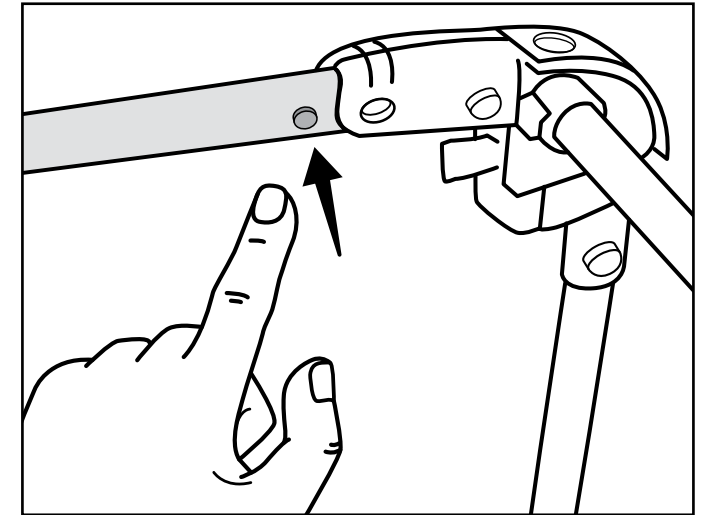
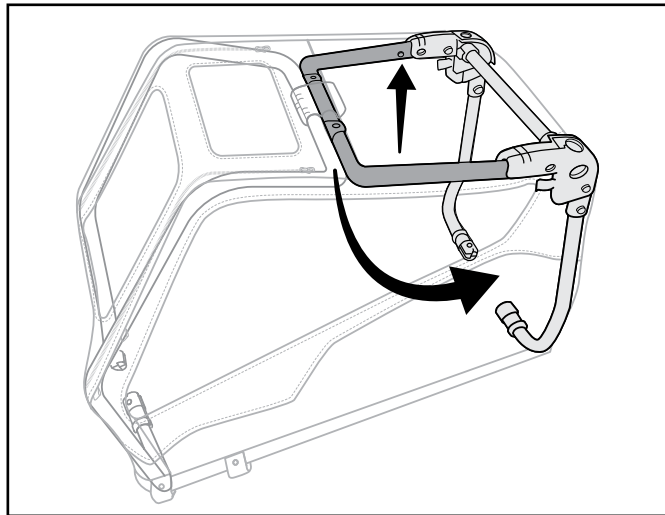

Abbildung 8
Abbildung 9
3. Von der Rückseite des Anhängers auf den rechten und linken Rahmenknopf drücken (Abbildung 8) und gedrückt halten, dass das mittlere Rahmenelement nach unten drehen, bis es einrastet (Abbildung 9).